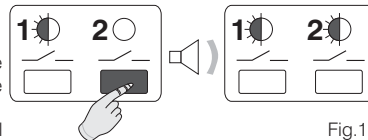

Fig. 11
- Mantenere premuto il **tasto 2** fino alla emissione di un singolo segnale acustico, quindi rilasciarlo. Entrambi i **LED** sono lampeggianti. Il **canale 2** è predisposto per essere asservito al **cronotermostato "Master"** (fig. 11).